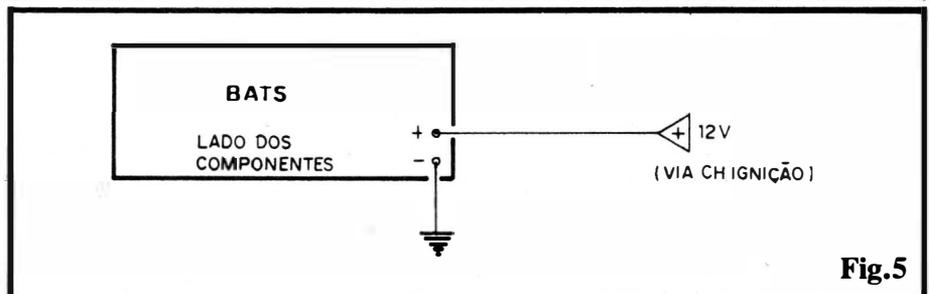

Fig.5
- **FIG. 5** - CONEXÕES EXTERNAS À PLACA - Nada mais do que as "entradas" **positiva** e **negativa** são as ligações necessárias ao Circuito Impresso do BATS... Para efeito de codificação, convém sempre manter a norma de fio **vermelho** na conexão do **positivo** e fio **preto** na ligação do **ne-**
- **FIG. 6 - CONEXÕES EXTERNAS PARA UTILIZAÇÃO OFICIAL** - Se a idéia for usar o BATS na oficina, então seu **lay out** final exigirá (para perfeita praticidade...) que as conexões do **positivo/negativo** sejam feitas com o auxílio de cabos não muito curtos, de preferência bem flexíveis, isolados nas cores convencionais (vermelho/preto), e terminados por pontas de prova (o **negativo** pode - opcionalmente - ser terminado numa garra "pesada", do tipo normalmente utilizados nos carregadores de bateria, etc. Em qualquer dos casos (figs. 5 ou 6) é óbvio que as ligações finais dependerão da disposição de caixa, painel, **container** adotado, etc. Assim, recomendamos ao Lei-